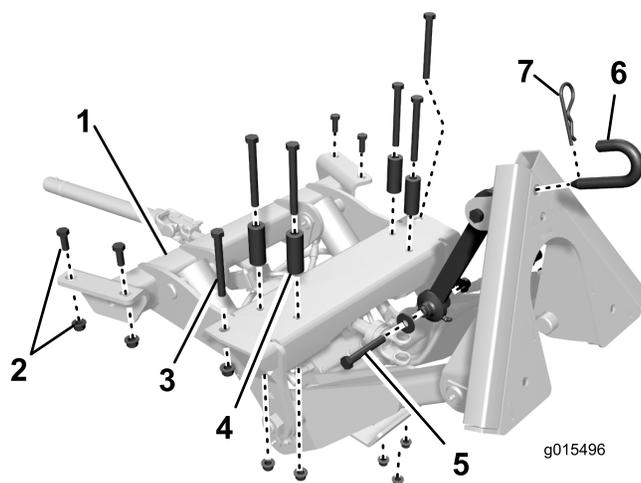
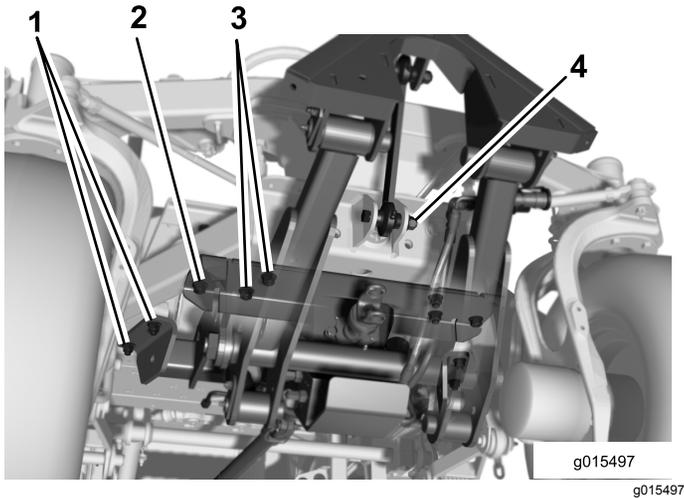

Figura 5
Figura 6
1. La Figura 5 mostra la vista dall'alto dell'ubicazione, del posizionamento e delle dimensioni dei dispositivi di fermo utilizzati per fissare il telaio ad attacco anteriore alla parte inferiore del telaio della motrice.
3. Posizionate il telaio ad attacco anteriore sotto la parte anteriore della macchina (Figura 6).
4. Sollevate il telaio ad attacco anteriore allineando i fori di montaggio con quelli delle canaline del telaio e della piastra incrociata del telaio anteriore (Figura 6).
9. Fissate il gruppo di attacco superiore al supporto dell'assale con una vite ($\frac{1}{2}$ " x $3\frac{1}{4}$ "), 2 rondelle di supporto, un distanziale e un dado di bloccaggio ($\frac{1}{2}$ ") come mostrato nella Figura 5 e Figura 6.
5. Sulla parte anteriore dell'attacco, fissate il foro esterno alle canaline del telaio su ciascun lato con una vite ($\frac{1}{2}$ " x $4\frac{1}{2}$ ") e un dado flangiato ($\frac{1}{2}$ ") come mostrato nella (Figura 6).
6. Sulla parte posteriore dell'attacco, montate senza stringere ciascun lato alle canaline del telaio con 2 viti ($\frac{1}{2}$ " x $1\frac{1}{4}$ ") e dadi flangiati ($\frac{1}{2}$ "), come mostrato nella Figura 6.
7. Utilizzate i 4 fori di montaggio restanti per fissare l'attacco alla piastra incrociata del telaio con viti ($\frac{1}{2}$ " x $4\frac{1}{2}$ "), distanziali e dadi flangiati ($\frac{1}{2}$ ") come mostrato nella Figura 6). Posizionate i distanziali tra la testa della vite e la piastra incrociata.